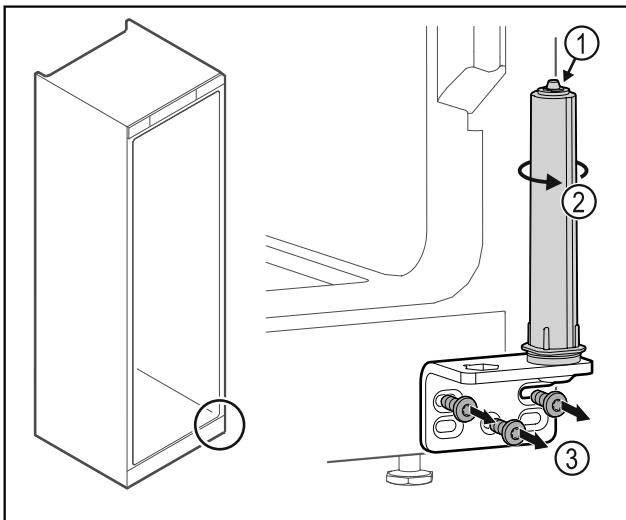

Fig. 35
- ▶ Türschließsystem nicht zerlegen Fig. 35 (1).
- ▶ Schließsystem Fig. 35 (2) drehen, bis es klickt .
- ▶ Scharnierwinkel Fig. 35 (3) abschrauben.